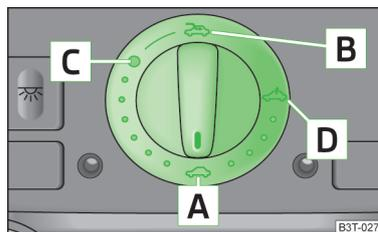

Abb. 27
- Wurde die Batterie abgeklemmt und wieder angeklemmt, kann es passieren, dass das Schiebe-/Ausstelldach außer Funktion ist. In diesem Fall ist der Drehschalter in die Schalterstellung **A** » Abb. 27 auf Seite 49 zu bringen und etwa 10 Sekunden lang vorn zu drücken.
- › Den Schalter in Stellung **C** » Abb. 27 drehen.
Das Schiebe-/Ausstelldach ist mit einer Kraftbegrenzung ausgestattet. Wenn ein Hindernis (z. B. Eis) das Schließen verhindert, stoppt das Schiebe-/Ausstelldach und öffnet vollständig. Das Schiebe-/Ausstelldach kann ohne Kraftbegrenzung vollständig geschlossen werden, wenn der Schalter in Stellung **A** » Abb. 27 vorn so lange gedrückt wird, bis das Schiebe-/Ausstelldach vollständig geschlossen ist » **I**.